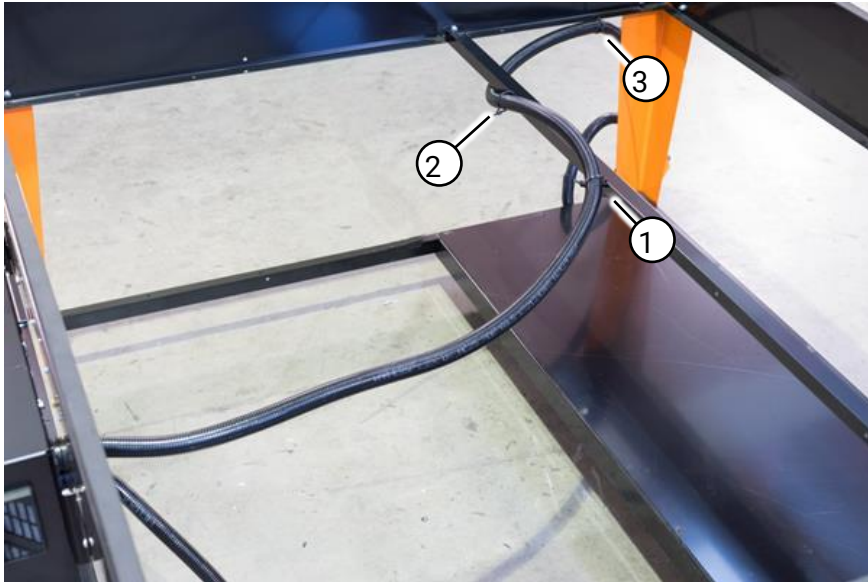

Fig. 9 De noodstopkabel vastzetten
1. Leid de kabel van de noodstopknop (nadat de besturingskast is gemonteerd), naar de linker of rechter voorkant van het onderstel (afhankelijk van de plaats waar u de laptopsteun wilt monteren) en zet de kabel vast met de meegeleverde kabelbinders (Fig. 9 (1), (2) en (3))